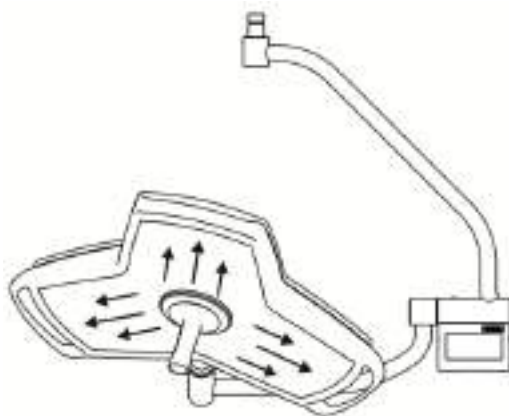

Рисунок 3-1. Чистка стекла
- При чистке и дезинфекции стекла осветительного блока его следует протирать радиально от центра к краям, как показано на Рисунок 3-1. Не следует водить ткань вперед-назад или по кругу. Невыполнение данного требования может привести к повреждению поверхности стекла.